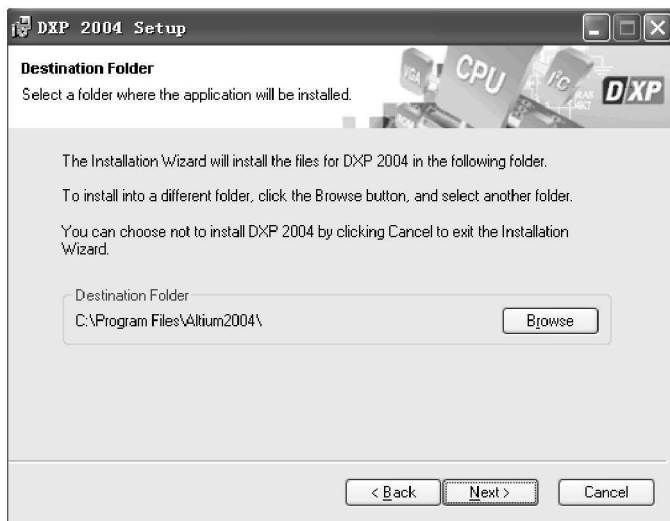

图 1-6 安装路径
(4) 点击“Next”按钮，弹出如图 1-6 所示的选择目标文件夹窗口，单击“Browse”按钮选择 Protel DXP 的安装路径。